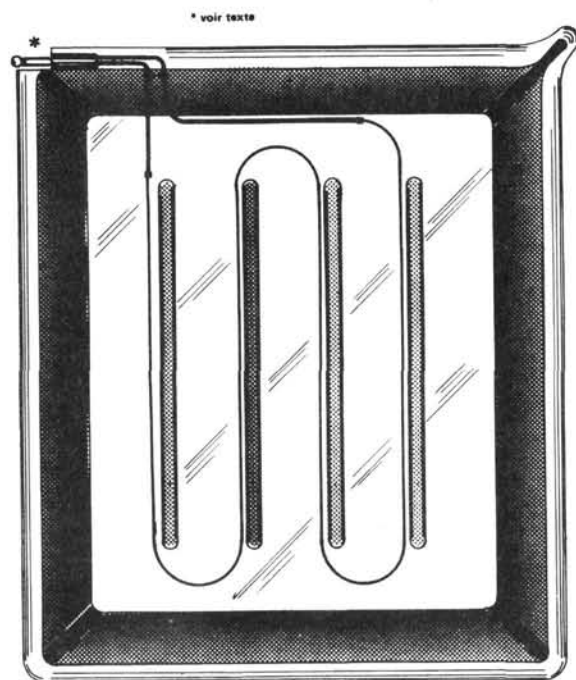

Figure 3 - « No comment », disait feu Serge. Il faut pourtant faire attention à l'étanchéité.
Il reste maintenant à souder un fil souple isolé à chaque extrémité de la résistance pour la raccorder au thermostat. Faites sortir les deux fils par des trous près du bord de la cuvette et soudez-y une fiche jack de 3,5 mm. Obturez les trous et fixez les fils et la fiche au moyen de colle à deux composants (voir la **figure 3**). Ne soyez pas chiche de votre colle, qui sera la seule protection des pièces métalliques contre les agressions des produits chimiques. En particulier le manchon de la fiche doit être parfaitement obturé par la colle. Assurez-vous au préalable que la colle que vous utilisez résiste aux acides et aux bases, propriété que les fabricants indiquent sur l'emballage.
La figure 3 montre schématiquement comment la solution a été envisagée. Le
**Figure 3 -** La solution réside dans l'installation d'un tronçon de voie isolé, dont la polarité peut changer suivant les besoins. Les interrupteurs dessinés sur le schéma sont des contacts magnétiques dits ILS ou Interrupteurs à Lame Souple. Ils sont actionnés par un aimant que transporte la motrice et signalent ainsi sa position au circuit logique qui commande l'alimentation du canton.
Supposons qu'un train arrive dans la direction de la flèche de la figure 3. Le point A est de polarité positive, le point B est de polarité négative. Pour que le train puisse s'engager sur le canton isolé, il faut que le point C (et tout le canton correspondant) soit positif et le point D négatif. Il est impossible, comme nous l'avons vu plus haut, d'établir la jonction entre D et F d'une part, C et E d'autre part, puisque les polarités sont inversées. Il serait insensé aussi de raccorder D à E et C à F, bien que les polarités concordent, ou d'inverser la polarité du canton isolé, puisque dans ces deux cas le train repartirait en arrière.